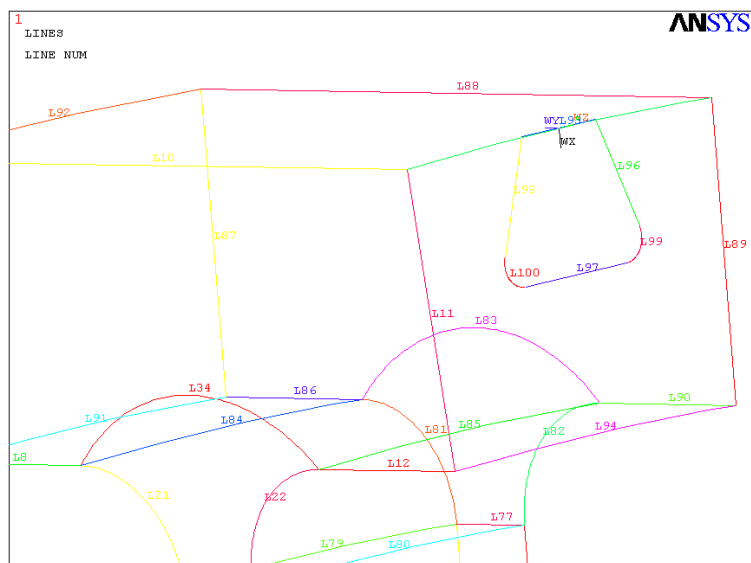

Рис. 7.8. Контур паза диска
5) Добавьте скругления радиусом 0,002 м между линиями L96 и L97, и между линиями L98 и L97 (рис. 7.8);
6) Создайте поверхность по линиям контура паза: **PrPr** → **Modeling** → **Create** → **Areas** → **Arbitrary** → **By Lines**, выбирайте по порядку линии с номерами L95, L96, L99, L97, L100, L98 (см. рис. 7.8);